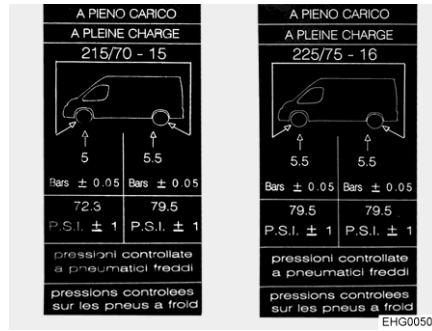

Bild 164 Hinweisaufkleber zum Reifendruck an B-Säule (Beispiel)
- ▷ Hinweisaufkleber mit dem benötigten Reifendruck sind auf der Innenseite der B-Säule angebracht (siehe Bild 164).